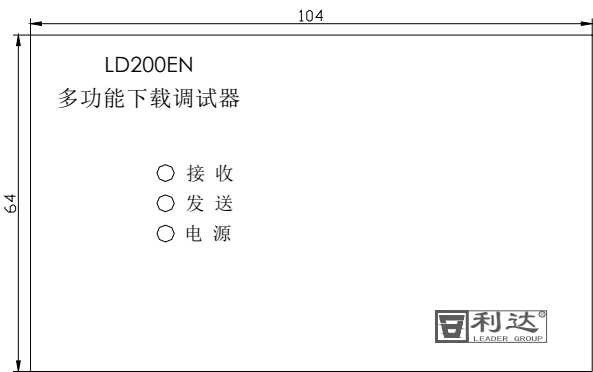

图 3-1 正视图
- 1) 外形尺寸见图 3-1、3-2 所示：L 104 mm×W 64mm×H 22.5mm。